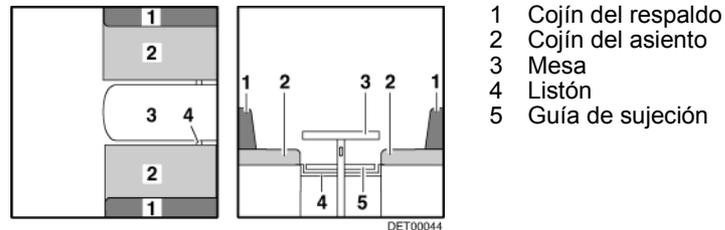

Fig. 44 Antes de la transformación
- Transformar la mesa (Fig. 44,3) en base de cama (véase apartado 7.6.1).
- Según el modelo, meter el listón (Fig. 44,4) o tirarlo hacia dentro. El listón tiene la posición correcta cuando soporta el tablero de mesa aprox. 15 - 20 cm detrás de la pata de mesa.